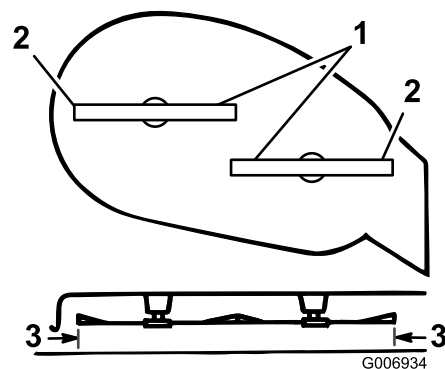

Figure 36
- 5. Tournez prudemment les lames pour qu'elles soient parallèles dans le sens transversal (Figure 36).
- 6. Mesurez la distance entre les tranchants extérieurs et le sol plat (Figure 36). Si les deux mesures diffèrent